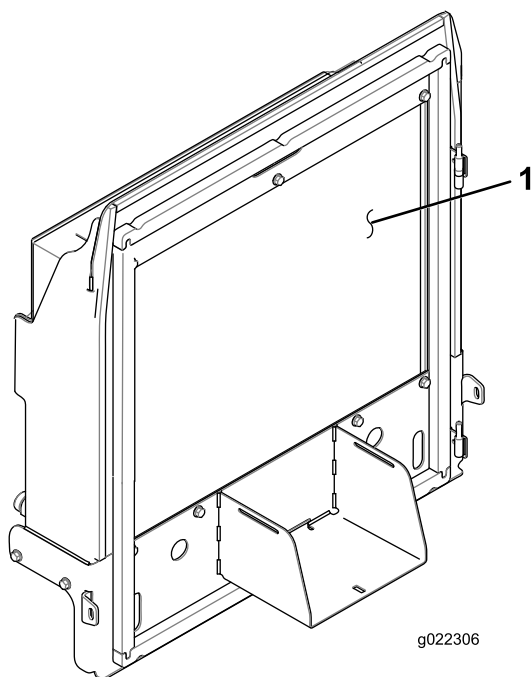

Figura 87
4. Pulite accuratamente entrambi i lati del radiatore e del refrigeratore dell'olio (Figura 87) utilizzando aria compressa.